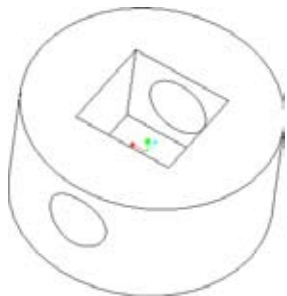

图3-74 素材文件
- 01 单击【快速访问】工具栏中的【打开】按钮，打开“第3课3-5创建横截面曲线.prt.1”文件，如图3-74所示。